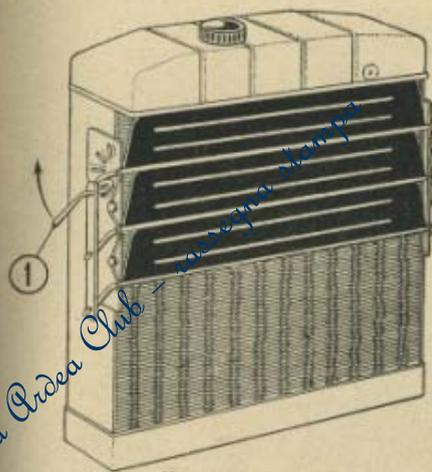

Fig. 21. - Persiana del radiatore.
La persiana applicata davanti al radiatore (vedi fig. 21), ha lo scopo di proteggerlo da correnti d'aria troppo fredde. E' comandata a mano, mediante un'apposita maniglia (1), situata a destra del radiatore, e può assumere quattro posizioni: